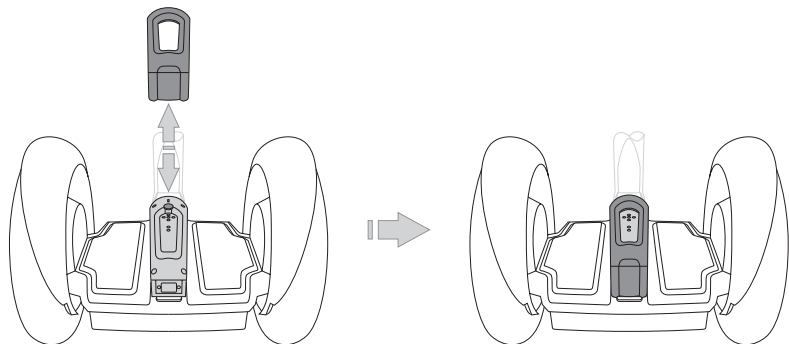

Abbildung 43. Abnehmen bzw. Austauschen der Konsolenverkleidung
2. Ziehen Sie die starre Kunststoff-Konsolenverkleidung auf der Konsole (zwischen den Matten) nach oben ab (siehe **Abbildung 43**).